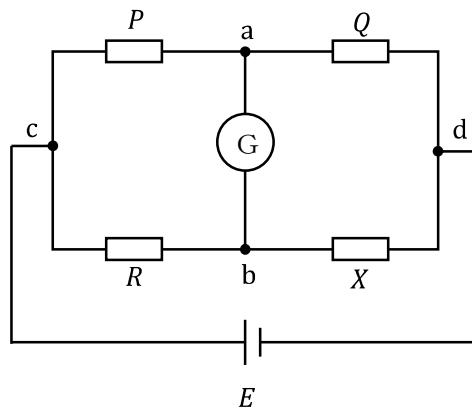

図3-1
(3) 図3-1に示す回路で $a-b$ 間に電流が流れない条件は(③)となる。